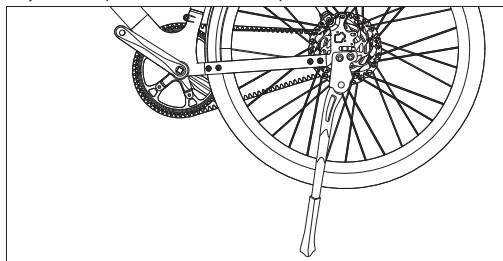

Figura 10-1
- Afloje los tornillos y las arandelas y luego retirelos del desviador, como se muestra en [Figura 10-1].